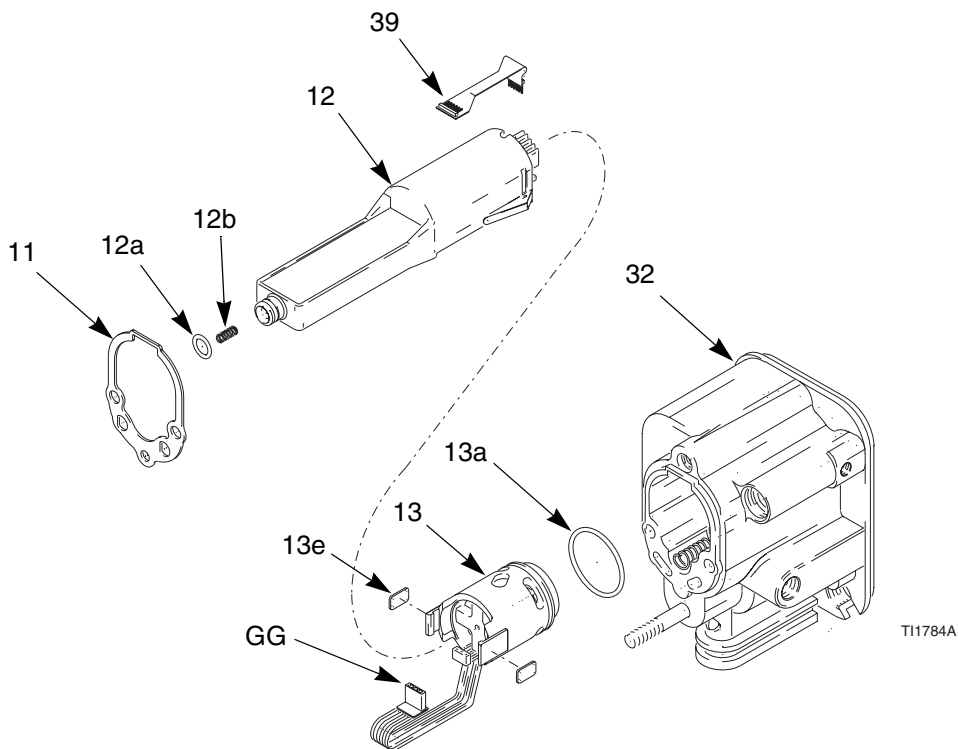

Fig. 33. Fuente de alimentación
3. Sujete la fuente de alimentación (12) con la mano. Con un ligero movimiento de lado a lado, libere el conjunto de la fuente de alimentación/alternador del cuerpo de la pistola (32) y extráigala con cuidado. Desconecte el circuito flexible (39) del enchufe de la parte superior del cuerpo (32). Vea Fig. 33.
4. Desconecte el conector de 3 hilos (GG) de la fuente de alimentación. Deslice hacia arriba el alternador y sáquelo de la fuente de alimentación. Inspeccione ésta y el alternador en busca de daños. Desconecte el circuito flexible de 6 patillas (39) de la fuente de alimentación.